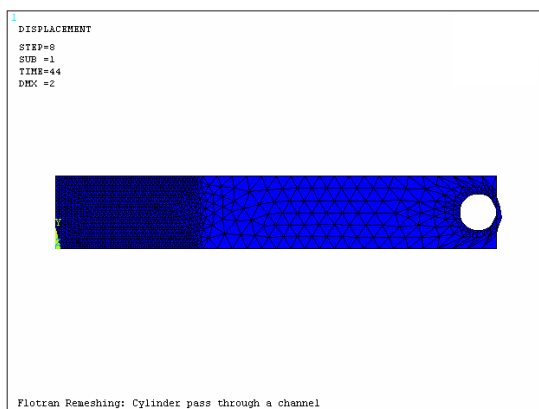

图 9-137 44s 时的网格模型
⑥单击“OK”按钮，ANSYS 窗口将显示如图 9-137 所示的 44s 时的网格模型。
⑦依次选择 Main Menu→General PostProc→Path Operations→Define Path→By Nodes，会弹出“By Nodes”对话框，用鼠标选择模型右边边界上下两个节点，单击“OK”按钮关闭该对话框，然后定义名称为“VSUM”。